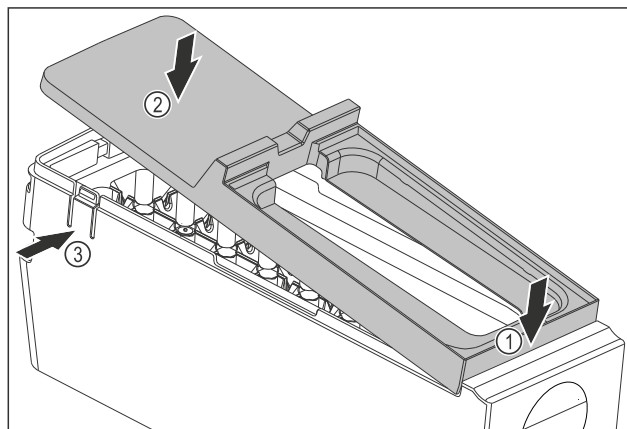

Fig. 133
- Смонтируйте крышку корпуса EasyTwist-Ice: Установите крышку спереди. Fig. 133 (1)
- Опустите крышку сзади. Fig. 133 (2)
- ▷ Крышка со щелчком фиксируется в накладках Fig. 133 (3).